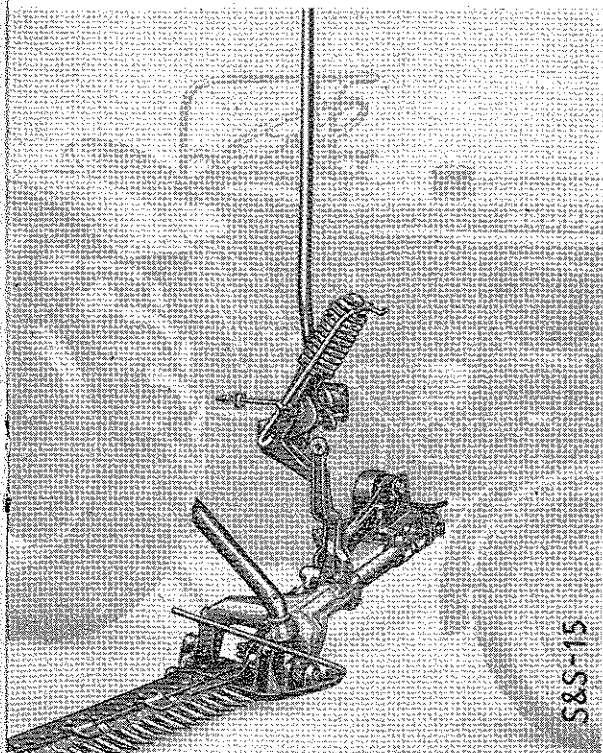

Abb. 1
1. Die **Schutzkastenglocke TM 4542 A** wird auf den Absatz des Mäh-antriebsgehäuses aufgeschoben und mit 3 Sechskantschrauben M 10x30 DIN 601 und 3 Federringen A 10 DIN 127 sowie der zugehörigen Führung fest verschraubt. (Abb. 1 u. 2)
2. Die **Kurbelscheibe TM 4541 A** (TM 21 282 kpl.) mit Treibstangenlager TS 807 wird durch Linksdrehung auf die Kurbeltriebswelle aufgeschraubt. (Abb. 1 u. 2)
Erleichtert wird dieser Vorgang durch Drehen der Motorkurbel bei eingeschaltetem Mähantrieb. (Abb. 1 u. 2)
9. Die **Treibstange TS 861 C** wird an der Kurbelscheibe TM 4541 A (TM 21 282 kpl.) befestigt, wobei das Klemmband der Treibstange über das Treibstangenlager TS 807 geschoben und die nach unten zeigende Klemmschraube gut angezogen werden muß. (Abb. 1 u. 2)
11. Die **Verbindungsstange** zwischen Hebewerk und Unterbau wird durch Anheben des Mähbalkens und des Unterbaues mit dem oberen Haken in den Hubarm des Hebewerkes eingehängt. (Abb. 1)